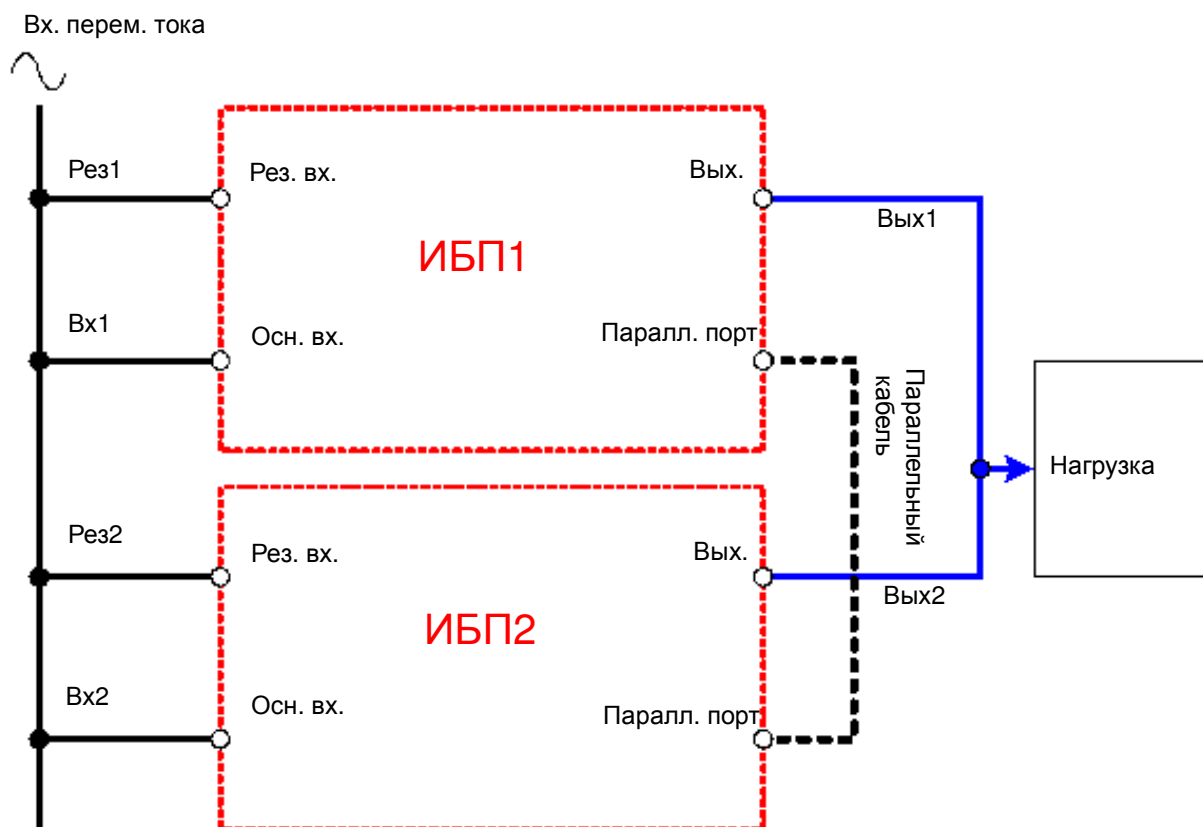

Рис. 4-3. Электрическая схема соединений. Резервирование за счет параллельного подключения двух ИБП к одной питающей линии
6. Соедините порты ИБП1 и ИБП2 кабелем параллельного интерфейса (см. рис. 4-3).